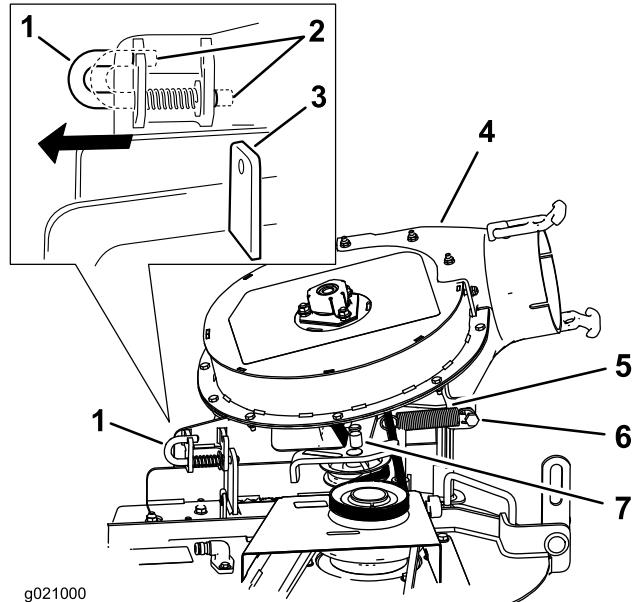

Figure 16
3. Déplacez la goupille de verrouillage de la position verrouillée à la position ouverte (Figure 16).
5. Placez la goupille de verrouillage en position verrouillée (Figure 16).
Remarque: Assurez-vous que la goupille de verrouillage traverse le trou du support de ventilateur (Figure 16).
- Accrochez le ressort à l'ergot de la poulie de tension (Figure 16).
- Accrochez le ressort au boulon à épaulement (Figure 16).